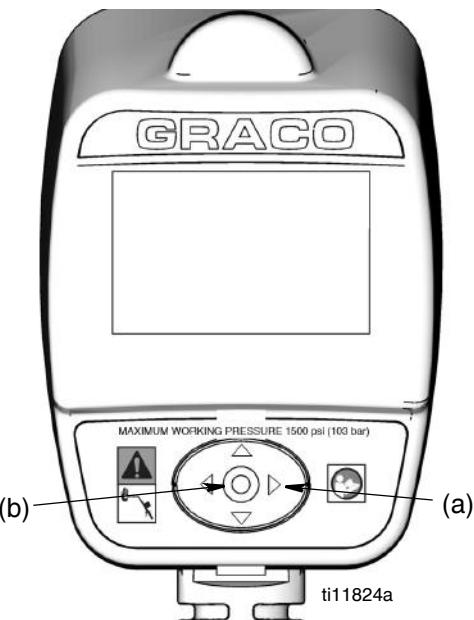
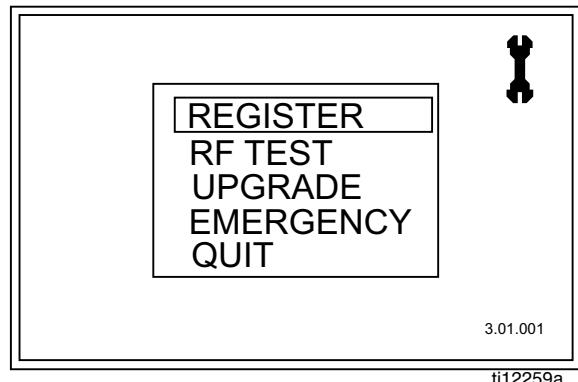

Рис. 3
Рис. 4
## Экраны установок основной служебной программы (Рис. 4)
1. Чтобы перейти с экрана выдачи к экрану основной служебной программы, нужно сначала зажать на несколько секунд СТРЕЛКУ ВПРАВО (а) (Рис. 3).
2. Потом вместе со СТРЕЛКОЙ ВПРАВО зажать также центральную кнопку ВВОД (б) (Рис. 3). Удерживайте обе кнопки, пока не появится экран основной служебной программы (Рис. 4).